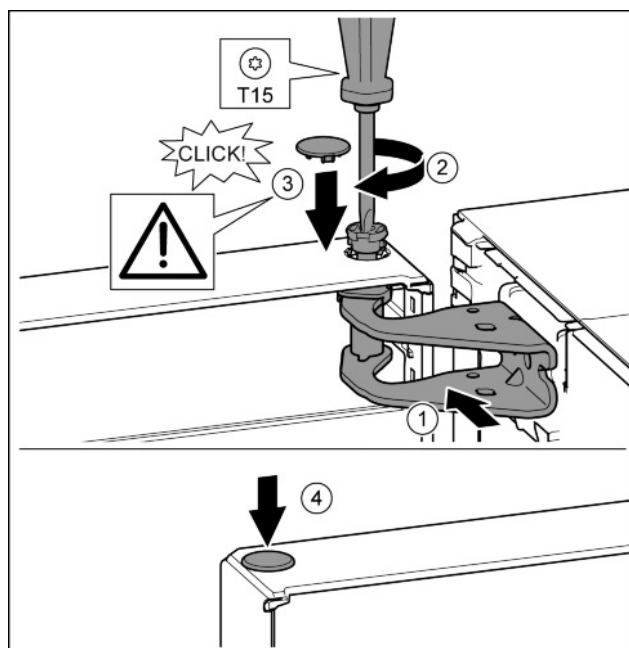

Fig. 16
- u Orienter la porte en haut pour l'ouverture dans le support de palier. Fig. 16 (1)
- u Poser le boulon et le visser avec un tournevis T15. Fig. 16 (2)
- u Monter le cache de sécurité pour sécuriser la porte : Mettre en place le cache de sécurité et contrôler s'il repose sur la porte. Sinon, enfoncer à fond le boulon. Fig. 16 (3)
- u Mettre le bouchon en place. Fig. 16 (4)